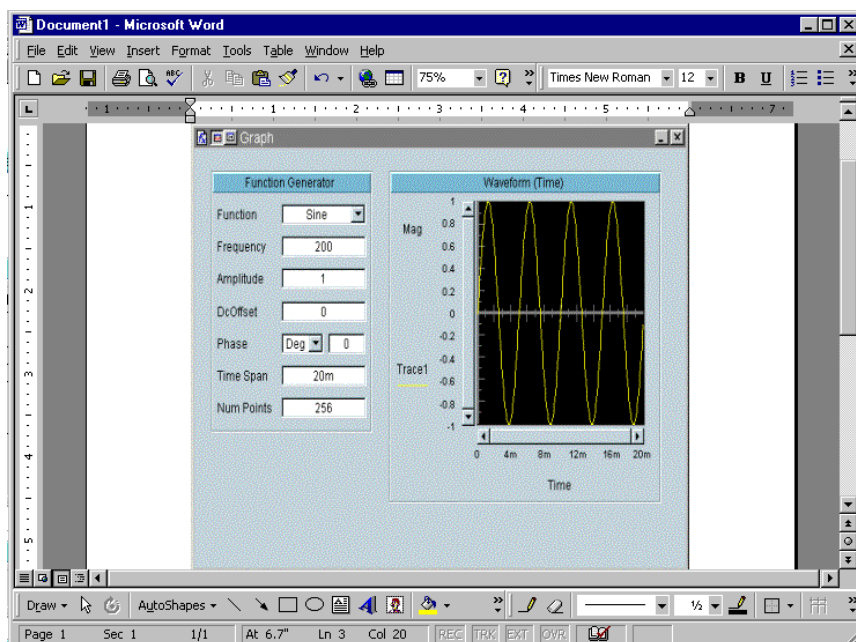

図 6-18. 置換 6-3 で作成した MS Word 文書
9. プログラムを実行します。図 6-18 のように表示されます。画面ダンプの色が正常でない場合は、オープンしているアプリケーションをすべてアイコン化すると、PC のカラー・パレットが完全に解放されます。